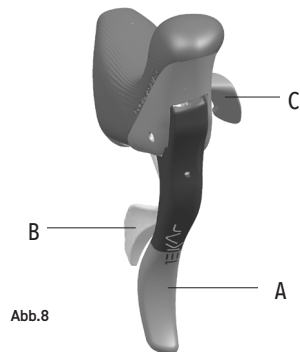

Abb.8
- Der Fingerhebel B (Abb. 8) am rechten Schalthebel wirkt auf das Schaltwerk und lässt die Kette auf das höhere Ritzel steigen.
- Man kann den Hebel B (Abb. 8) um mehrere Klicks nacheinander betätigen, um die Kette mit einer einzigen Bewegung aufsteigen zu lassen (maximal 3 Ritzel).
- Der Fingerhebel C (Abb. 8) am rechten Schalthebel wirkt auf das Schaltwerk und lässt die Kette auf das kleinere Ritzel absteigen.